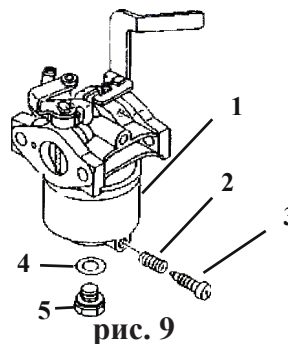

рис. 9
7.7.3 Слейте топливо из поплавковой камеры карбюратора, вывинтив пробку **3** (рис. 9) После слива установите пробку на место и затяните.
7.7.4 В модификациях в которых отсутствует винт слива, бензин сливать вывинтив болт **5** (рис. 9) крепления поплавковой камеры **1** (рис. 9), придерживая камеру.